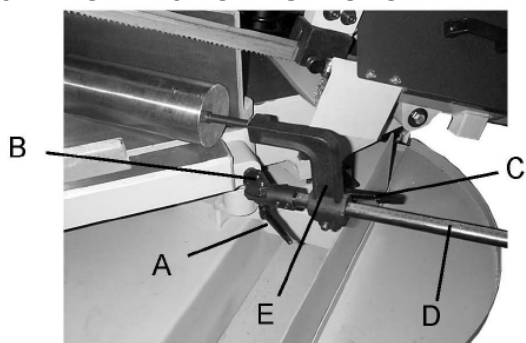

Рис.23
1. Разблокируйте рукоятку (А, Рис. 23) и, используя шестигранный ключ (универсальный ключ), ослабьте установочный винт (В, Рис. 23).
2. Постепенно толкайте направляйте упор вправо, пока не получите нужный угол, затем затяните установочный винт (В, Рис. 23) и рукоятку (А, Рис. 23).
3. Ослабьте рукоятку (С, Рис. 23) и в соответствии со шкалой (D, Рис. 23) отрегулируйте длину упора, перемещая кронштейн (Е, Рис. 23).
4. Затяните рукоятку (С, Рис. 23).